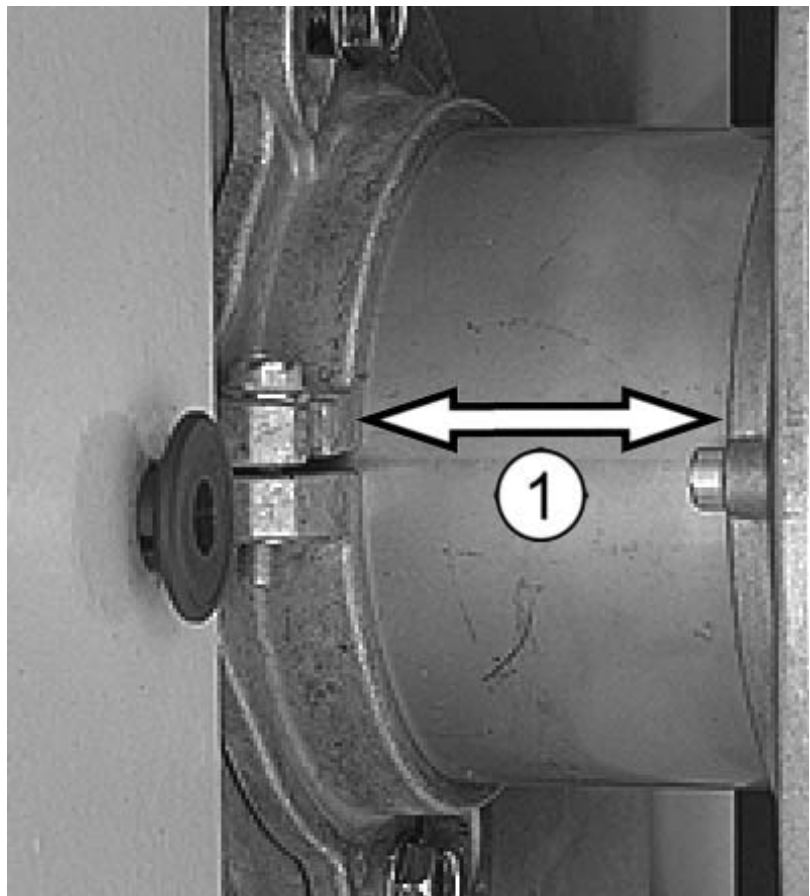

Abb. 6: Position Brennerrohrflansch BNR 1 HUN, Maß L ①
- Anpassung an Feuerraumtiefe, hierzu Werkseinstellung beachten (s. Abb. 6)